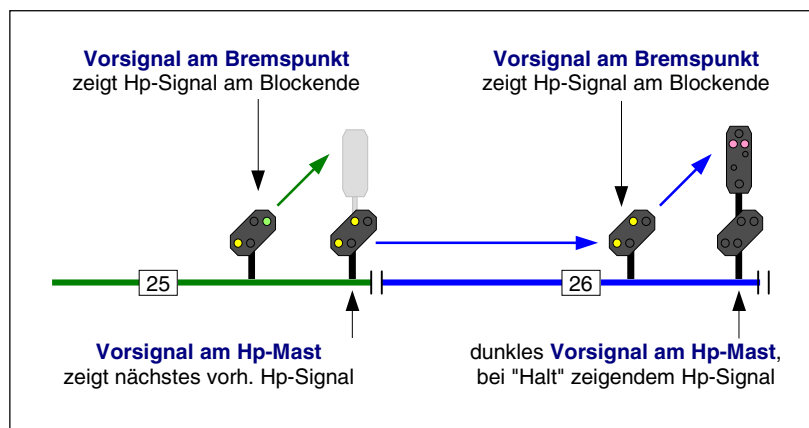

Abbildung 69: Vorsignal am Bremspunkt und Vorsignal am Hp-Mast
**Vorsignale am Bremspunkt** zeigen das Bild des Hauptsignals am Blockende, auch wenn dort kein Hauptsignal aufgestellt ist (vgl. Abbildung 69, Vorsignal in Block 25).